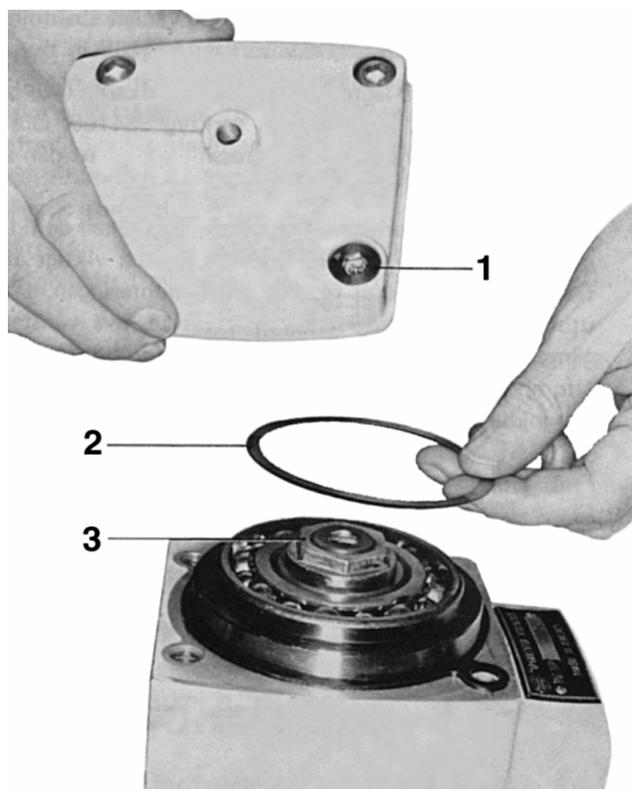

Fig. 5.
3. Retirer les vis à six pans creux de la bague de serrage (36) et démonter le joint de cardan avec le boîtier à double roulement. Noter les cales.
4. Enlever les quatre vis du couvercle (4) du carter de renvoi et déposer ce dernier. Remarque : La vis avant de droite est une vis alésée et munie d'un joint torique 1, figure 5. Récupérer les cales 2.
5. Enlever l'écrou 3, figure 5 (52, figure 57) au sommet de l'arbre vertical supérieur. Remarque : Filetage à pas à gauche. Se servir de l'outil 884264 comme appui aux cannelures lors de l'enlèvement de l'écrou. Démontez le pignon supérieur, avec boîte à roulements, ainsi que le